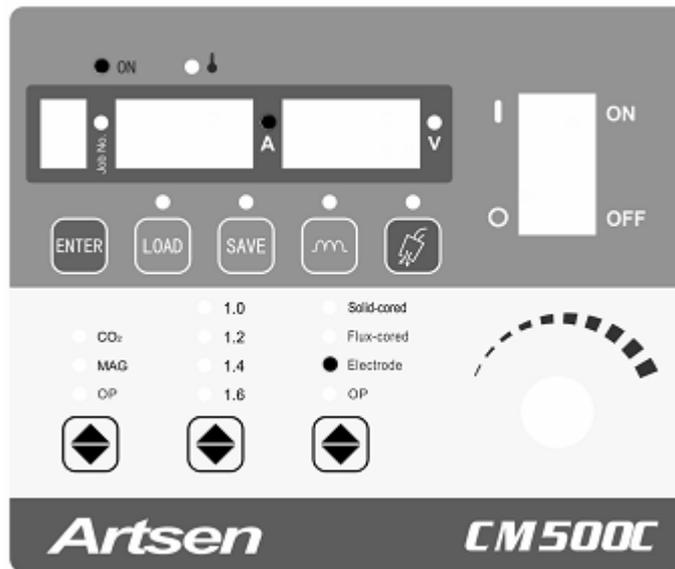

Рисунок 3-38. Выбор режима ручной дуговой сварки штучным электродом
3. После установки параметров сварки выполните сварку - см. рисунок 3-38.